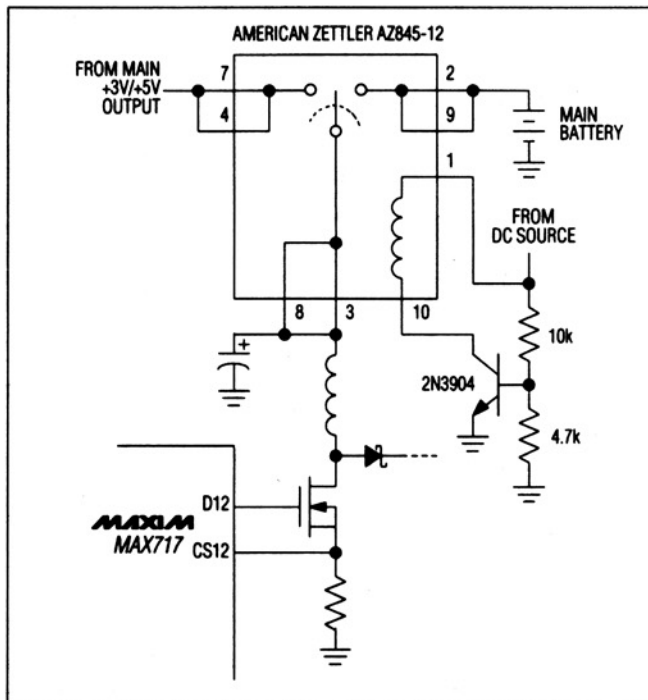
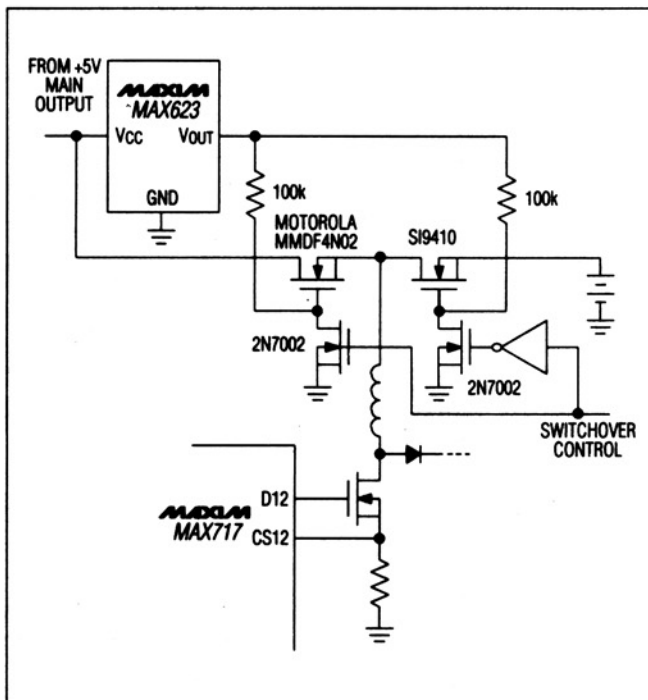

図4. SMTリレーによる、+12V補助電源への電力供給
図5. ハイサイドMOSFETスイッチによる、+12V補助電源への電力供給
2) 補助電源を、リニアレギュレータモードではメイン出力から供給し、DC電源がオフの時にはバッテリーから供給する。この方法が一番良い総合効率が得られますが、切換えを行うためのリレーまたはMOSFETが必要になります(図4)。多くの場合、バッテリーでは電圧が低いため切換え回路にPチャネルFETが使用できませんが、ハイサイド電源、例えばMAX623チャージポンプレギュレータ(図5)を用いてNチャネルFETを良好に動作できます。また切換え回路は、AC/DCアダプターのプラグとジャックによるメカ的なスイッチを用いても可能です。